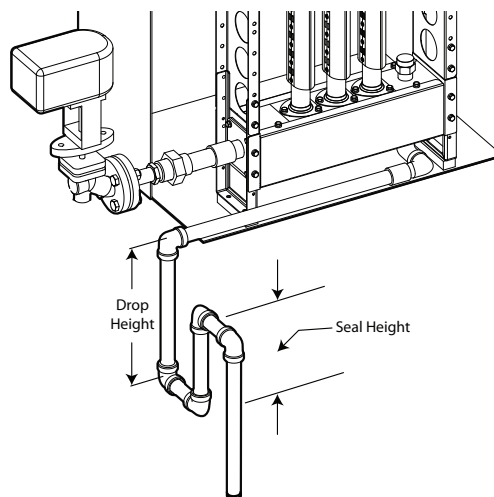

Fig. 7.d
I collettori presentano una connessione filettata (3/4" maschio NPT per il mercato nordamericano e 3/4" Gas maschio per gli altri mercati) per permettere il drenaggio del condensato. Nel caso si utilizzino dei sifoni sulla linea di drenaggio, come mostrato in Fig. 7.e, la loro altezza dovrebbe essere tale da permettere una colonna d'acqua corrispondente ad almeno 500 Pa (50 mm or 2" H2O) oltre la pressione statica (PS) nel collettore. NOTE: un'altezza minima di 150 mm (6") è raccomandata per la maggior parte delle applicazioni dove il sifone scarica in una vasca di raccolta all'interno della condotta.
Nota: le connessioni e il tubo di scarico condensa mostrati in Fig. 7.c non fanno parte del sistema ultimateSAM.